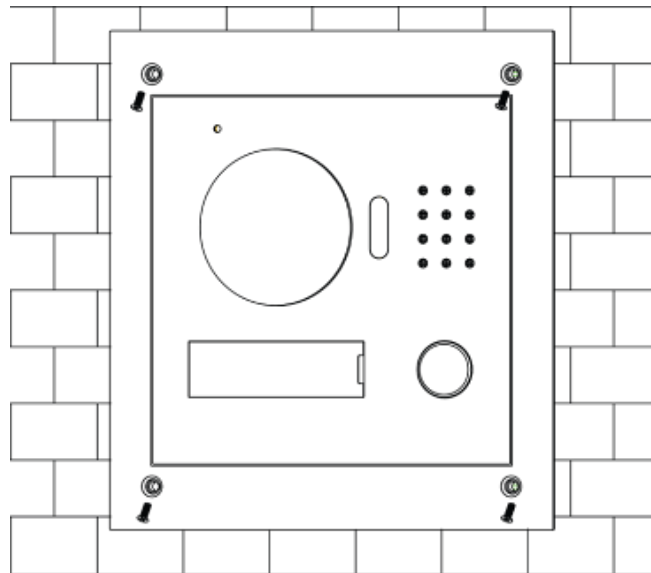

Figure 5-7
- c) Alignez l'appareil avec les trous de vis sur le support métallique. Vissez les vis (M3×6 cruciformes à tête fraisée plate à métaux, galvanisées blanches), et fixez l'appareil au support métallique. Voir Figure 5-7.